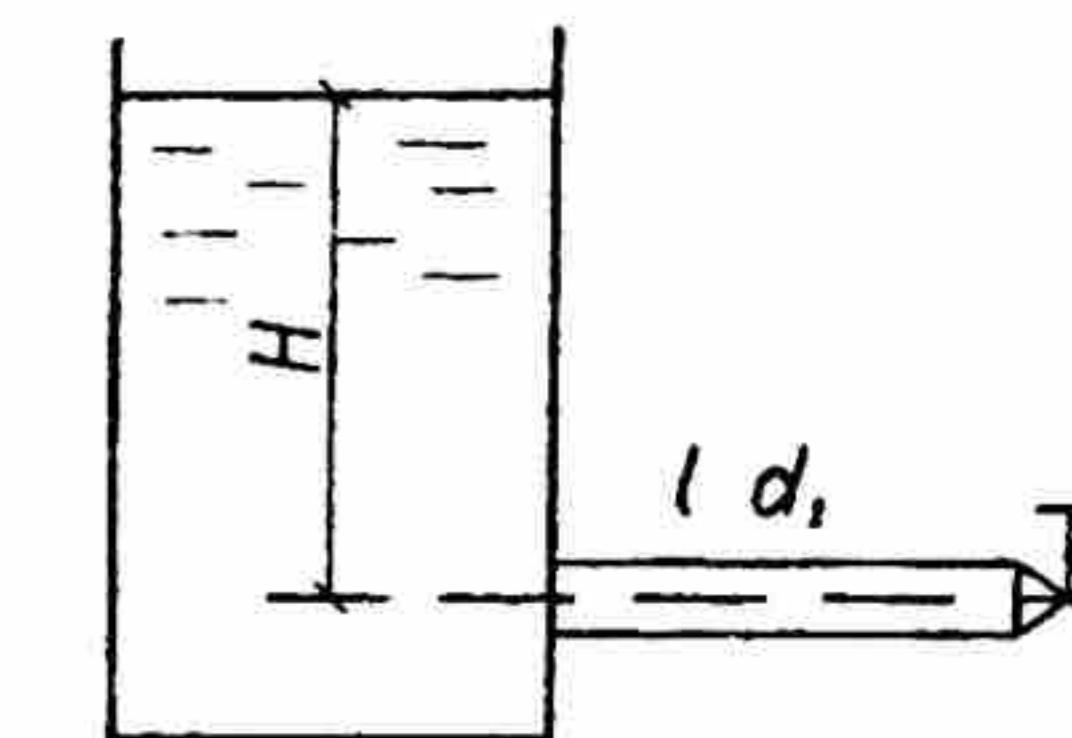

Рис.21
24. Вода с расходом Q перекачивается по стальному трубопроводу диаметром d , длиной l , с толщиной стенки b . Свободный конец трубы снабжен задвижкой. Определить время закрытия задвижки при условии, чтобы повышение давления в трубе вследствие гидравлического удара не превышало $\Delta P = 10 \text{ атм}$. Как повысится давление при мгновенном закрытии задвижки (рис. 21).